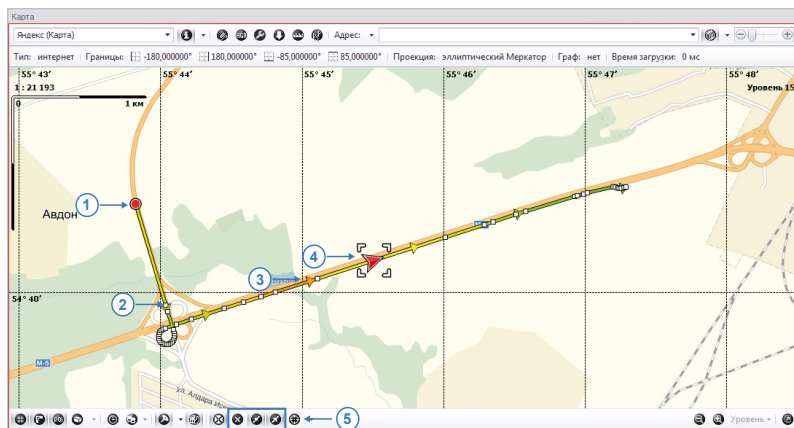
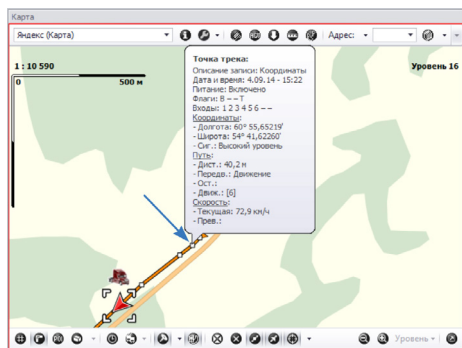

Рис.103. Элементы трека.
Рис.104. Точка трека.
- Точка начала трека выделяется на треке специальной иконкой (Рис.103, п.1).
- При необходимости на треке могут быть показаны точки, соответствующие координатным записям бортового контроллера (Рис.103, п.2).
Для того чтобы показать точки трека, необходимо нажать кнопку «Показать точки трека», которая расположена на нижней панели инструментов Модуля отображения карт (Рис.103, п.5). При нажатии левой кнопки мыши на точке трека появляется всплывающее сообщение с информацией о выбранной точке (Рис.104).
- Направление движения ТС показывается стрелками на треке (Рис.103, п.3). Стрелки могут быть скрыты при необходимости. Показать или скрыть направление можно при помощи кнопки «Показать направление трека», которая расположена на нижней панели инструментов Модуля отображения карт (Рис.103, п.5).
- Положение ТС в выбранный момент времени, в том числе и текущее положение ТС, отображается при помощи курсора ТС (Рис.103, п.4). Более подробно курсор ТС рассмотрен в следующих параграфах.
- Трек ТС может быть скрыт. Для этого необходимо нажать кнопку «Скрыть трек» на нижней панели инструментов Модуля отображения карт (Рис.103, п.5). Если трек скрыт, то при выборе данных отображается последнее известное местоположение ТС за выбранный период.